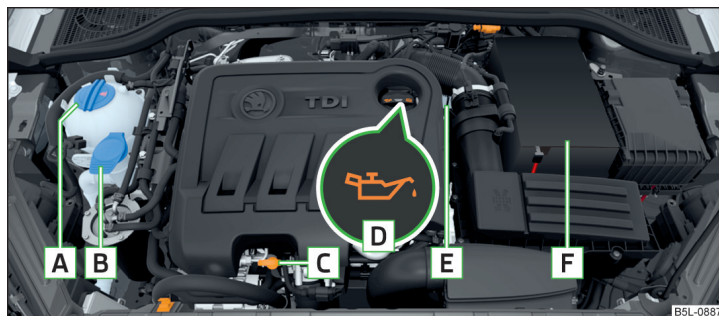

Fig. 159 Exemple d'agencement dans le compartiment moteur
- Dévissez le bouchon de l'orifice de versement d'huile moteur » fig. 159 à la page 150.